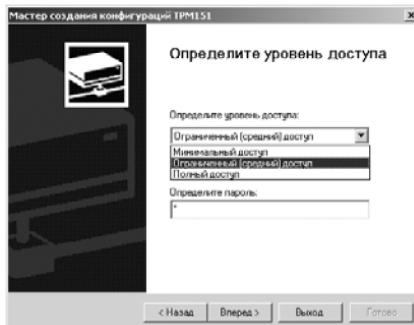

Рисунок 10.3
**Если модификация успешно считана**, на экране сразу появится окно с приглашением выбрать уровень доступа (см. рисунок 10.3).
Выберите модификацию Вашего прибора («Модификация № 6»). Нажмите кнопку [Вперед] – откроется окно с приглашением выбрать уровень доступа (рисунок 10.3).